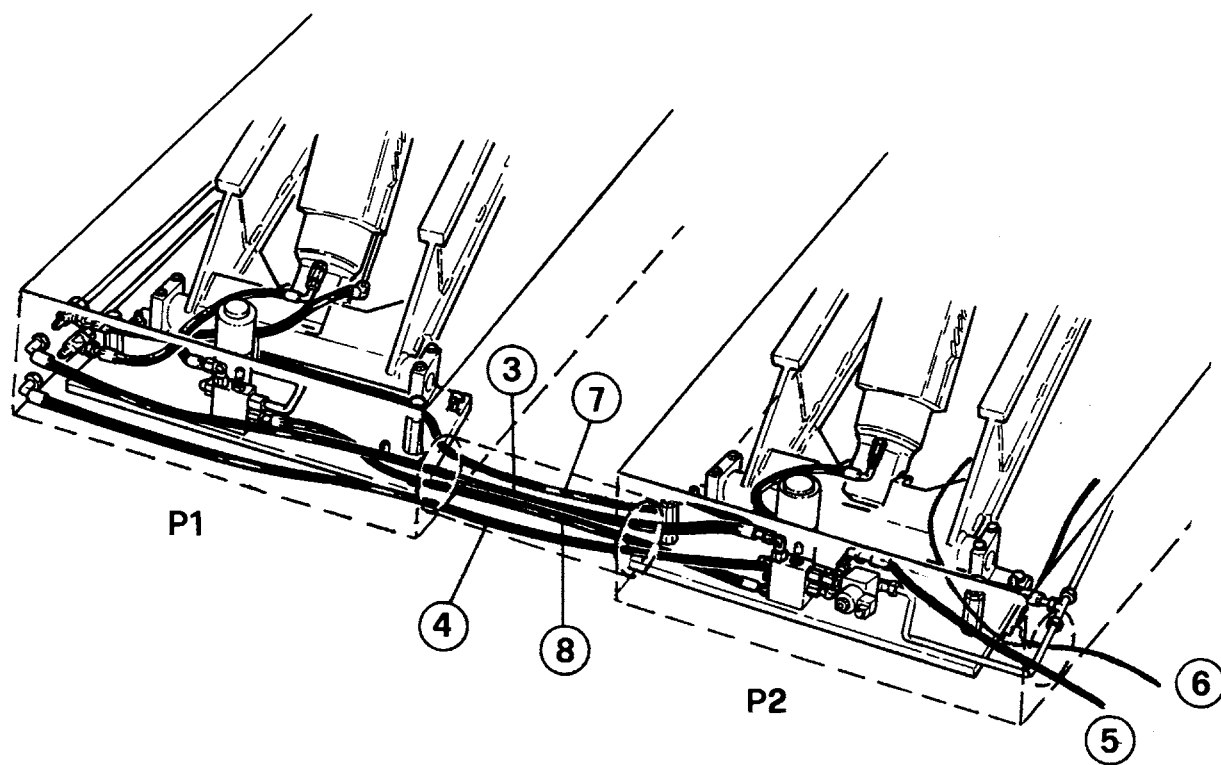

Fig.16
- Le pedane del sollevatore vanno posizionate vicino alle fosse in maniera da poter estrarre da sotto le pedane stesse i tubi idraulici (come da fig. 16).
N.B.: in questa fase del montaggio NON collegare i tubi (7) e (8).
- The lift platforms should be positioned close to the pits so that the hydraulic tubes can be removed from beneath the platforms (as shown in fig.16).
N.B.: at this stage of assembly DO NOT connect tubes (7) and (8).
- Die Fahrschienen der Hebebühne so in Grubennähe anordnen, dass die Hydraulikleitungen unter den Fahrschienen herausgezogen werden können (gemäß Abb. 16).
- Les chemins de roulement doivent être positionnés près de la fosse pour faciliter l'extraction des tuyaux hydrauliques situés sous les chemins de roulement (comme indiqué à la fig. 16).
- Las plataformas del elevador se colocan en proximidad de los fosos, de manera que los tubos hidráulicos puedan extraerse por debajo (como ilustra la fig. 16).